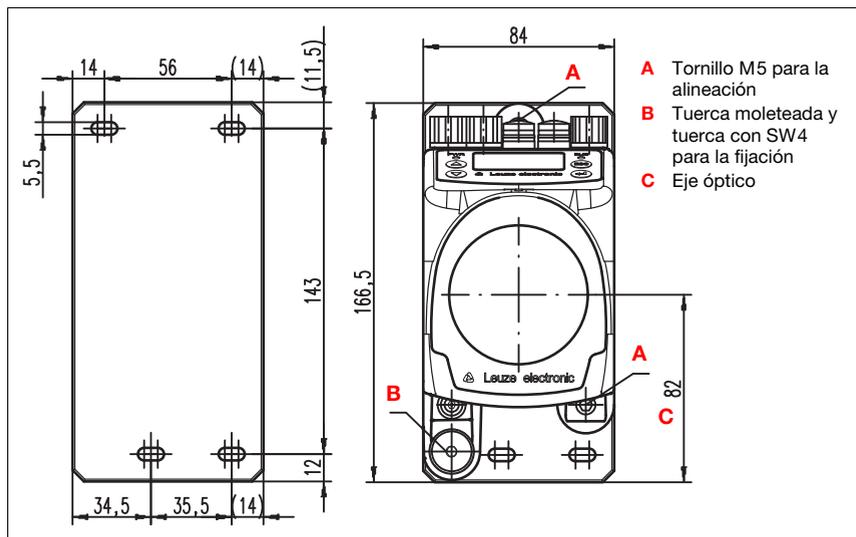

Figura 5.2: Montaje del equipo
El punto de haz láser se alinea de tal forma que en la medición de distancia máxima y mínima éste siempre llegue al medio del reflector opuesto. **Para la alineación, use los dos tornillos de cabeza hexagonal M5 («A» en figura 5.2).** Asegúrese de que durante la alineación estén ampliamente abiertas la tuerca moleteada y la contratuerca ("B" en figura 5.2).
*Para que la alineación del sistema de medición por láser no se desajuste en el funcionamiento continuo, apriete a mano la tuerca moleteada y fjela bien con la tuerca SW4 («B» en figura 5.2). La tuerca moleteada y la tuerca deben apretarse sólo después del ajuste.*